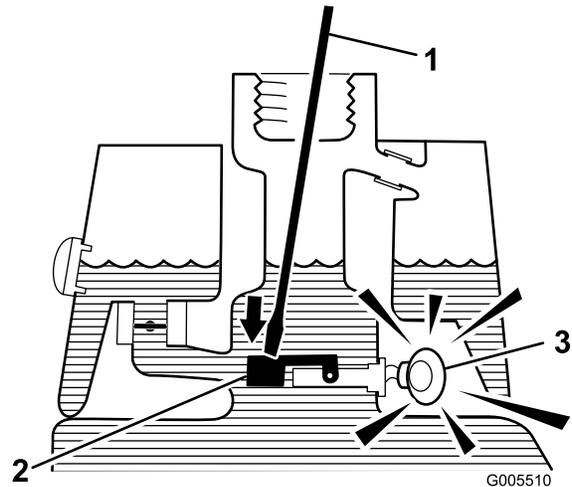

図 31
3. 汚れのない棒やドライバを差し込んで、フロートを軽く押さえてやる(図 31)。1秒後にアラームが鳴れば正常である。